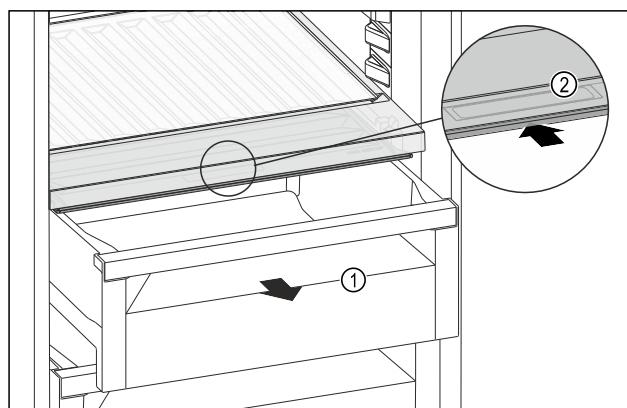

Fig. 190
- Tërhiqni jashtë sirtarin Fig. 190 (1).
- Kapni dorezën e futur Fig. 190 (2) në kapakun e ndarjes dhe në të njëjtën kohë shtyni për prapa kapakun e ndarjes.